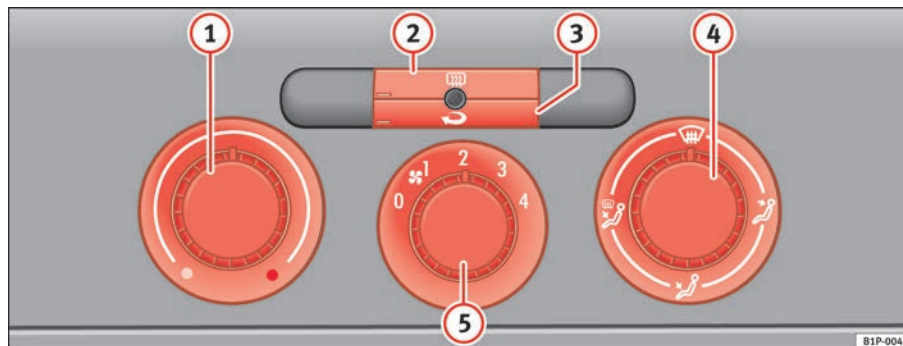

Fig. 107 Mandos de la calefacción en el tablero de instrumentos
- Con los reguladores ⇒ fig. 107 (1) y (4) y con el mando (5) se regula la temperatura, la distribución del aire y la velocidad de la turbina.
- Pulse la tecla (2) o (3) para activar o desactivar la función correspondiente. Cuando la función está activa, la ventana situada en la esquina inferior izquierda de la tecla se ilumina.